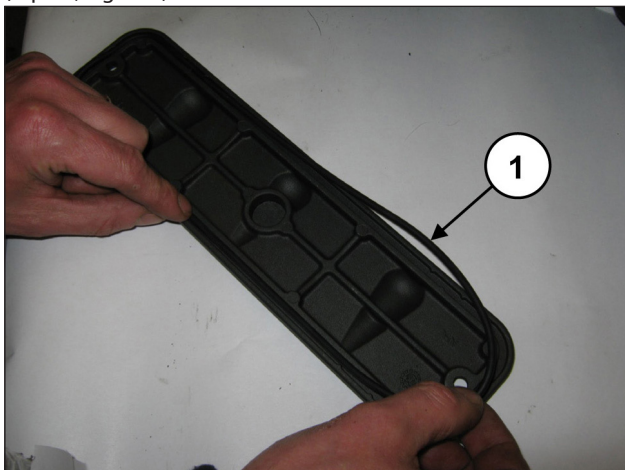
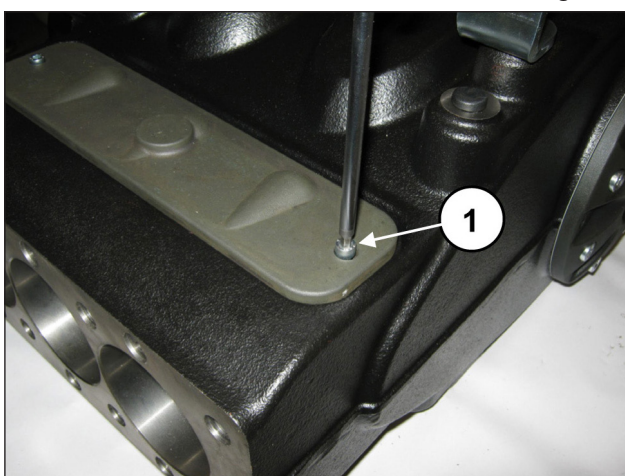

Fig. 160
Fig. 161
Monter le joint torique (rep. ①, Fig. 160) sur les couvercles d'inspection et monter ces derniers à l'aide de 2+2 vis M6x14 (rep. ①, Fig. 161).